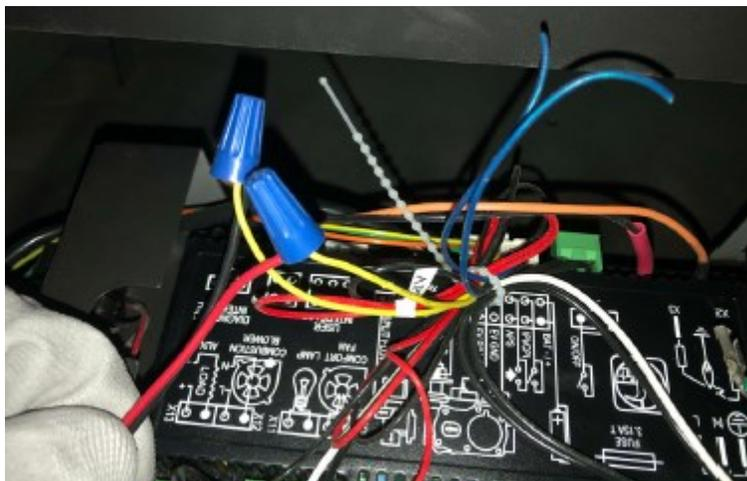

Figure 6.18 - Écrous de fil APS
6. Localisez le fil jaune en boucle "APS" sur le faisceau de câbles du module de commande. Coupez ce fil en boucle pour deux fils jaunes individuels. Dénudez environ 1/2" de l'extrémité de chaque fil. À l'aide des (2) serre-fils bleus fournis, torsadez l'un des fils APS jaunes dans le fil marron provenant de l'interrupteur à vide dans l'ensemble de ventilation électrique. Utilisez le deuxième fil bleu écrou de fil pour tordre le deuxième fil jaune APS au fil rouge provenant de l'interrupteur à vide, comme illustré à la Figure 6.18.